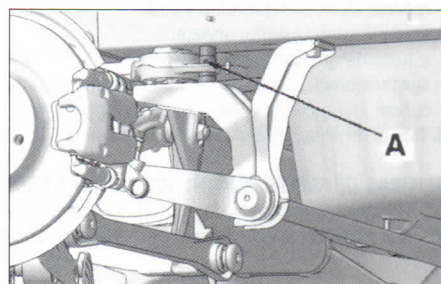

FIG. 23
- utilizar la herramienta de centrado PSA 0546-G (A) (fig. 23) para colocar el tren trasero sobre el chasis.